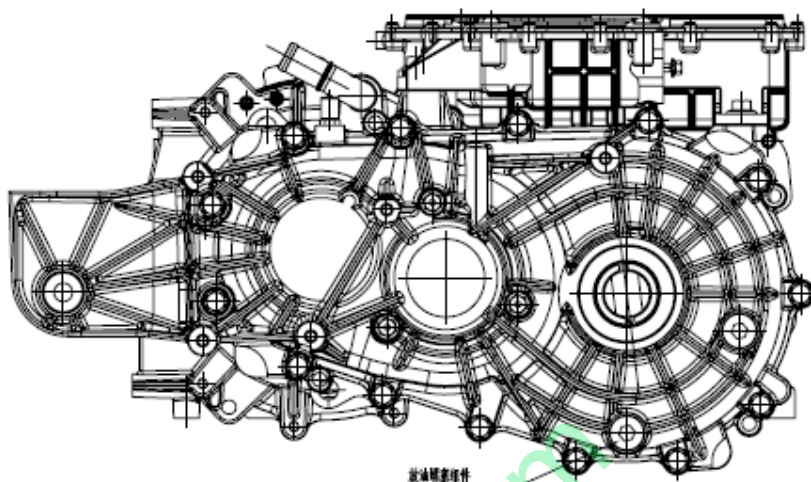

图 10
1.1 排出齿轮油：在动力总成拆卸前，用扭矩扳手（H10）打开放油螺塞组件(如图10)，将变速箱体内的润滑油排放干净，再带上放油螺塞组件，防止在拆卸过程中，异物掉入变速箱腔体内。